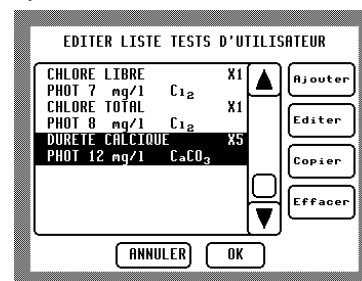

Fig 22 – Ecran Editer liste des tests
- Appuyez sur **Systeme** ... **Editer Utili. Liste** et **Editer Test Liste**. Une case de défilement des essais actuels vient s'afficher – Voir Fig 22 :
- Appuyez sur **Systeme** ... **Editer Utili. Liste** et **Editer Test Liste**. Une barre de défilement de la liste d'essais actuelle vient s'afficher (Voir Fig 22 Page 33).